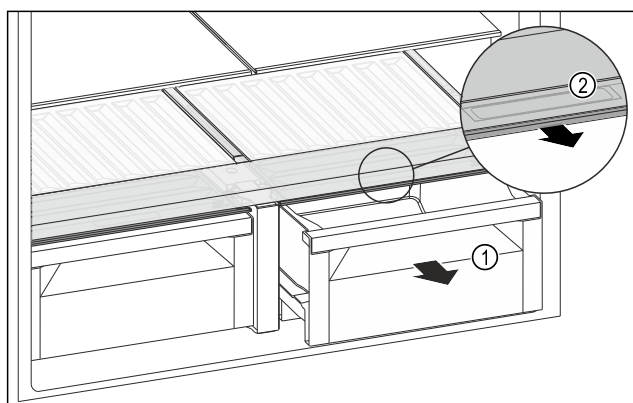

Fig. 129
- Schuifvak Fig. 129 (1) uittrekken.
- Greeplijst Fig. 129 (2) op het vakdeksel vastpakken en het vakdeksel gelijktijdig naar voren trekken.